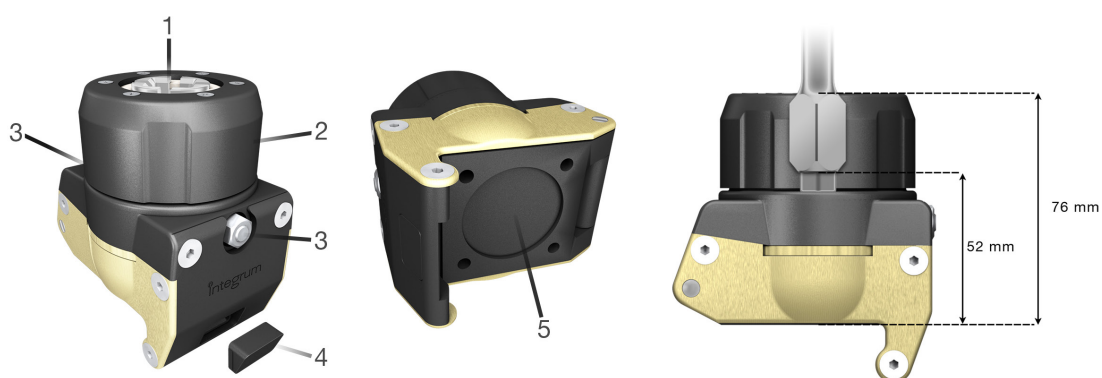

Figure 1. Description du produit
Les parties suivantes sont marquées sur la figure 1 :
Hauteur du dispositif (indiquée sur la figure 1)	52 mm
Hauteur totale (indiquée sur la figure 1)	76 mm
Fixez les composants prothétiques (par exemple l'adaptateur pyramidal, le genou prothétique, etc.) à l'Axor™ II en utilisant des techniques standard et conformément aux instructions du fabricant pour le(s) composant(s) prothétique(s). Utilisez des vis M6 pour fixer les composants prothétiques à la configuration à 4 trous dans la partie inférieure de l'Axor™ II (figure 1, N°5). La longueur des vis dépend des composants prothétiques utilisés mais il est recommandé d'utiliser des vis aussi longues que possible, sans dépasser la profondeur de filetage de 12 mm dans l'Axor™ II.
Le bouchon de la plaque avant de l'Axor™ II se trouve dans un trou (figure 1, N°4) qui permet d'accéder aux vis de réglage des composants prothétiques. Retirez délicatement le bouchon par l'arrière à l'aide d'un outil (par exemple un tournevis).
La partie supérieure de l'Axor™ II est dotée de quatre mâchoires coniques avec une ouverture carrée pour l'ancrage l'Abutment (figure 1, N°1). Les mâchoires sont serrées avec un mécanisme à vis manuel (poignée en N°2 sur la figure 1).
1. Desserrez les deux écrous d'alignement (figure 1, N°3) d'un demi-tour maximum.